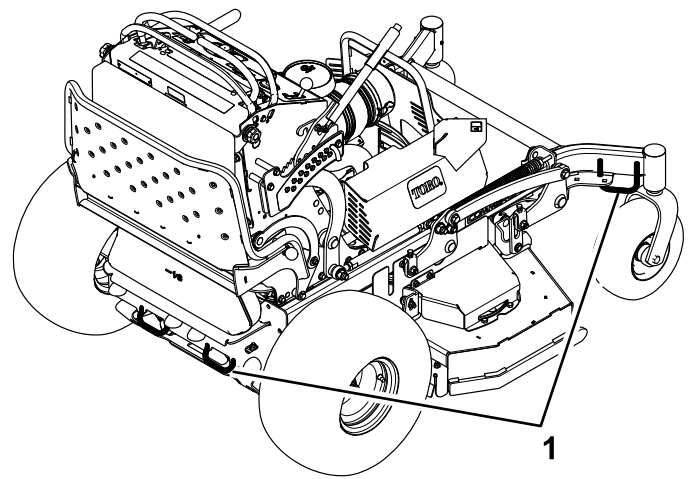

Figure 27
7. Arrimez la machine près des roues pivotantes avant et du pare-chocs arrière à l'aide de sangles, chaînes, câbles ou cordes (Figure 27). Reportez-vous à la réglementation locale concernant les exigences en matière d'arrimage.